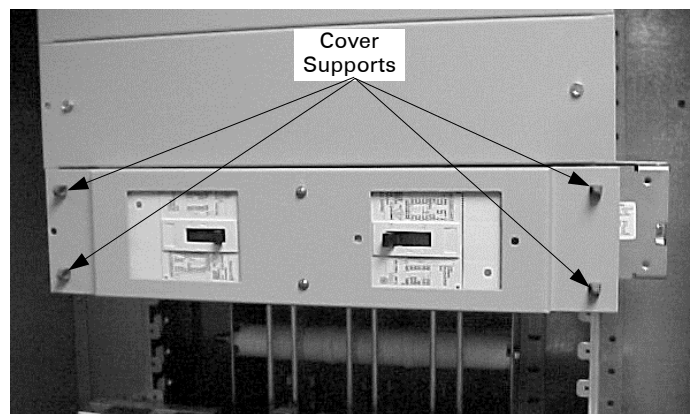

Figure 3. Breaker cover installed on the supports on the breaker module.
4. **Install the assembled breaker cover** on the flexible supports on the breaker module, as shown in Figure 3.
4. Installer le couvercle assemblé de disjoncteur sur les supports flexibles du module du disjoncteur, tel qu'illustré à la Figure 3.